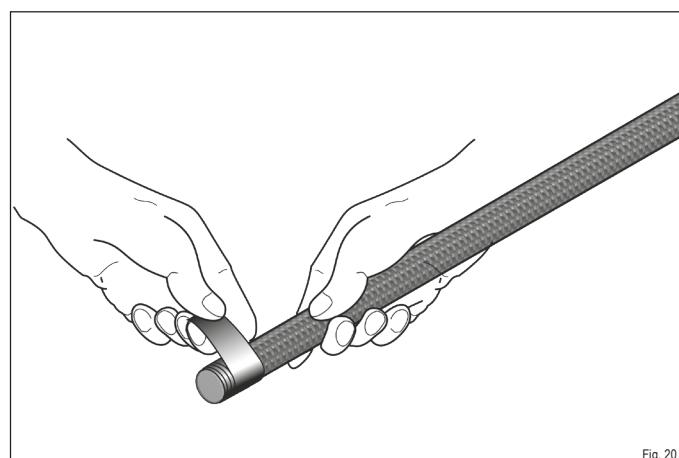
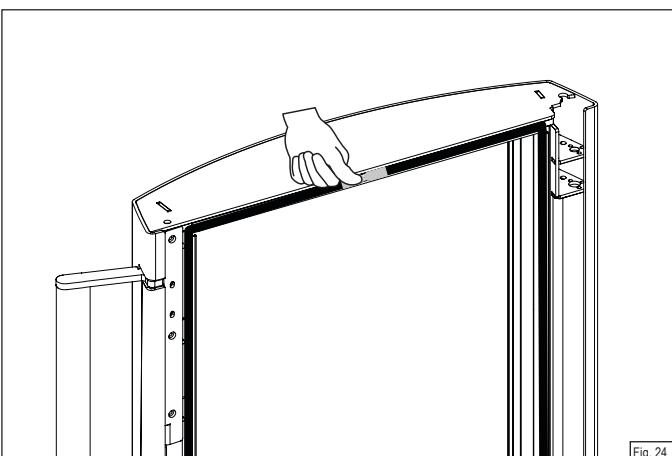

Fig. 20
Fig. 24
- ▶ Enveloppez le nouveau joint avec le ruban de cuivre d'un côté sur une longueur d'environ 3 cm (Fig. 20).
- ▶ Enveloppez également l'extrémité avec du ruban de cuivre (Fig. 20) et appuyez sur le joint dans le guide (Fig. 24).